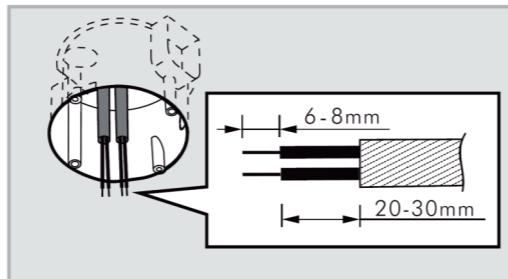

Afbeelding 12
3.4.1.6 Let op de bedrading (zie afbeelding 4 - 6) en neem bij de montage van de sensor afbeelding 12 in acht.
3.4.2.4 Let op de bedrading (zie afbeelding 4 - 6) en neem bij de montage van de sensor afbeelding 12 in acht.